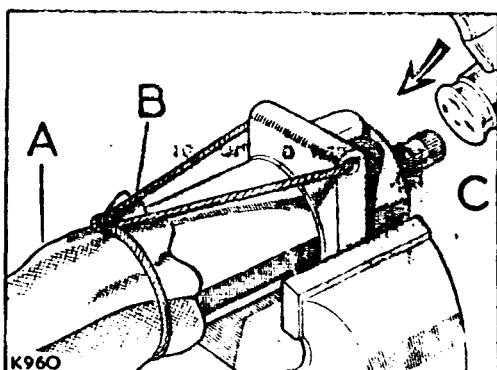
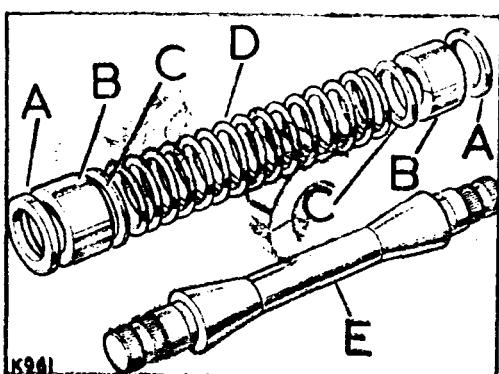

Fig. G1-70.- Desmontaje del eje de la caja compensadora.
Fig. G1-71.- Eje y piezas de fijación.
1.3.- La parte inferior del eje se cubrirá con una tela fuerte que se atará al cuerpo de la caja (Fig. G1-70), y con un mazo se golpeará el extremo del eje hasta introducir en la funda de tela del eje, E (Fig. G1-71), - arandela, A, muelle, D, casquillo de fibra, E, y arandela plana, C.